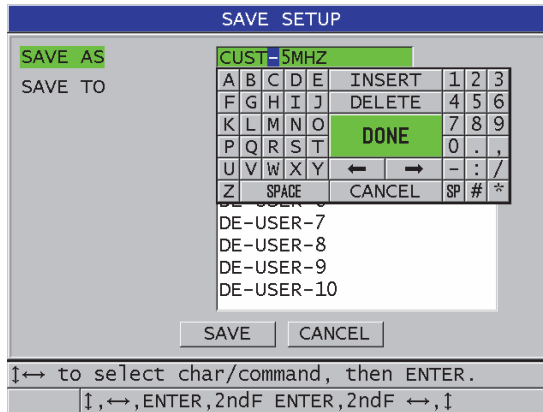

Figura 12-6 Pantalla GUARDAR CONFIGURACIÓN (SAVE SETUP)
- b) En la pantalla **GUARDAR CONFIGURACIÓN (SAVE SETUP)**, introduzca el nombre del archivo de configuración personalizada (ver Figura 12-6 en la página 253).